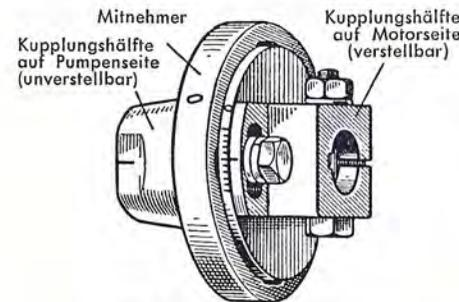
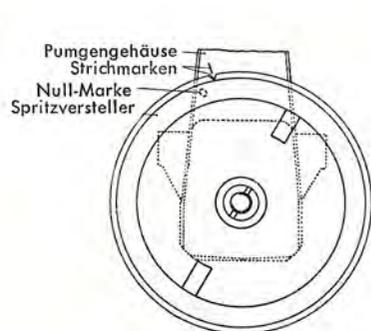

Bild 13 Kupplung für Pumpen ohne Spritzversteller
Bild 15
Hierzu ist auf dem kegeligen Antriebswellenstumpf der Einspritzpumpe (Bild 11), auf der nicht verstellbaren Hälfte der Kupplung (Bild 13), auf dem Antriebsflansch des handverstellbaren Spritzverstellers (Bild 12) und auf dem Umfang des Kuppelflansches des automatischen Spritzverstellers (Bild 15) eine Strichmarke eingeschlagen, die **nicht**
2. (Bild 13)
Der Kuppelflansch des automatischen Spritzverstellers ist so einzustellen, daß sich die Strichmarke am Gehäuse der Pumpe mit der Strichmarke am Umfang des Kuppelflansches deckt (Bild 15).
Die Kupplung ist so eingerichtet, daß mit ihr eine Feineinstellung möglich ist: die beiden Teile der auf der Motorwelle sitzenden Kupplungshälfte können gegeneinander verdreht werden. Ein Teilstrich entspricht 3° an der Pumpen-Nockenwelle (Bild 13).